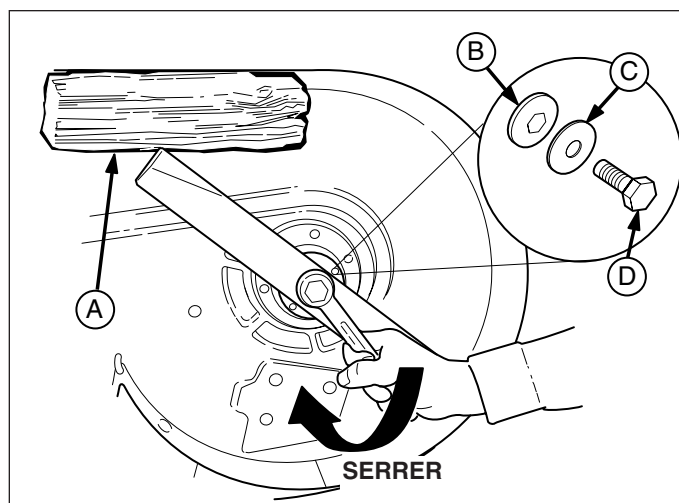

Figure 24. Installation de la lame
6. Remonter les lames avec les languettes dirigées vers le carter du plateau de coupe, comme illustré à la Figure 24. Les fixer avec un boulon, une rondelle élastique et une rondelle hexagonale (s'assurer que la rondelle hexagonale est alignée sur les pans de l'arbre). Bloquer la lame avec une cale en bois pour l'empêcher de tourner et serrer les boulons à 61-75 N.m.